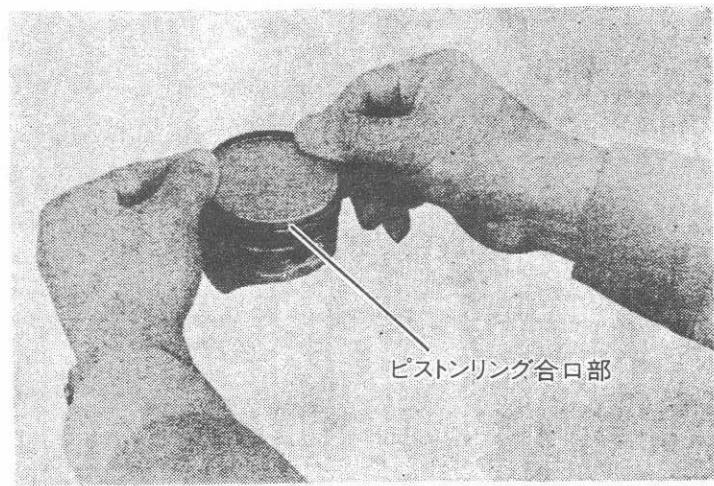

Fig 5-3-3
② ピストン及びリング
- (a) リングエキスパンダー工具が利用出来ない場合 Fig 5-3-3 に示す様にピストンの第一ランドにリング合口を入れてリングを組付けます。次にピストンの回りをすべらすように足りるだけリングを広げて正規の溝に入れます。